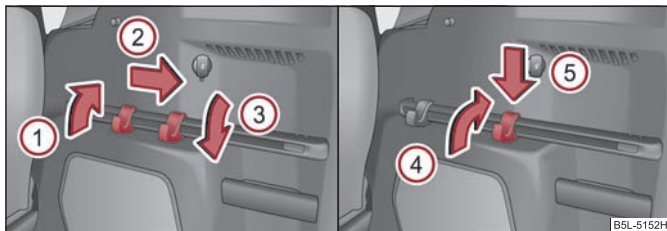

Fig. 70 Portbagajul: Bara de fixare cu cârlige deplasabile / demontarea cârligelor
Pe ambele părți ale portbagajului se găsește câte o șipcă de fixare cu câte două cârlige deplasabile, pentru fixarea bagajelor mici, de exemplu, a genților ș.a. ⇒ fig. 70. fiecare cârlig poate susține o geantă cu o greutate de până la 7,5 kg.
- Rabatați cârligul în sensul indicat de săgeata ① ⇒ fig. 70 în sus, până la un unghi de circa 45°.
- Deplasați cârligul în sensul indicat de săgeata ② ⇒ fig. 70 în poziția dorită și rabatați cârligul până la limită în sensul indicat de săgeata ③, în jos.
- Rabatați în sus cârligele din bara de fixare, în sensul indicat de săgeata (1) ⇒ pagina 78, fig. 70.
- Rabatați în jos cârligele, în sensul indicat de săgeata (3) ⇒ pagina 78, fig. 70, până la limită. ▶